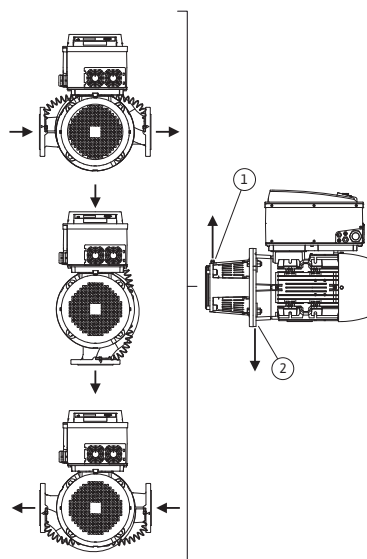
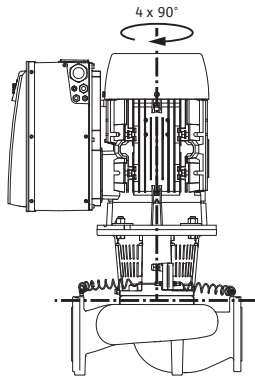

Fig. 18: Tilladte installationspositioner med horisontal motoraksel
Fig. 19: Tilladte installationspositioner med vertikal motoraksel
De tilladte installationspositioner med horisontal motoraksel og elektronikmodul, der vender opad ( $0^\circ$ ), er vist i Fig. 18. De tilladte installationspositioner med elektronikmodul monteret på siden ( $\pm 90^\circ$ ) er ikke afbildet. Enhver installationsposition undtagen "elektronikmodul nedad" ( $-180^\circ$ ) er tilladt. Udluftningen af pumpen er kun sikret, hvis udluftningsventilen peger opad (Fig. 18, pos. 1).
Kun i denne position ( $0^\circ$ ) kan opstået kondensat bortledes målrettet via en eksisterende boring, pumpelanterne samt motor (Fig. 18, pos. 2).
De tilladte installationspositioner med vertikal motoraksel er vist i Fig. 19. Enhver installationsposition undtagen "motor nedad" er tilladt.
- Udluftningsventilen på lanternen (Fig. 6, pos. 1.31) skal ved horisontal motoraksel altid pege opad (Fig. 6a: og Fig. 6b:). Ved vertikal motoraksel kan den pege i alle retninger. Se i den forbindelse Fig. 18: „Tilladte installationspositioner med horisontal motoraksel“ på side 221 eller Fig. 19: „Tilladte installationspositioner med vertikal motoraksel“ på side 222.
- Ved horisontal motoraksel er det nødvendigt at kondensathullet vendes nedad (Fig. 18, pos. 2). Motoren skal evt. drejes, så dette overholdes.